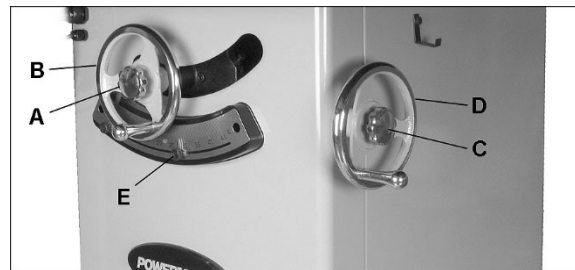

Figure 8-1 : réglages de la lame
Voir la Figure 8-1.
Pour lever ou abaisser la lame, desserrez le bouton de verrouillage (A, figure 8-1) et tournez le volant à main (B) sur l'avant de la scie jusqu'à atteindre la hauteur voulue. Serrez le bouton de verrouillage (C). La lame doit être soulevée sur environ 1/8 po au-dessus de la surface supérieure du matériau à couper.